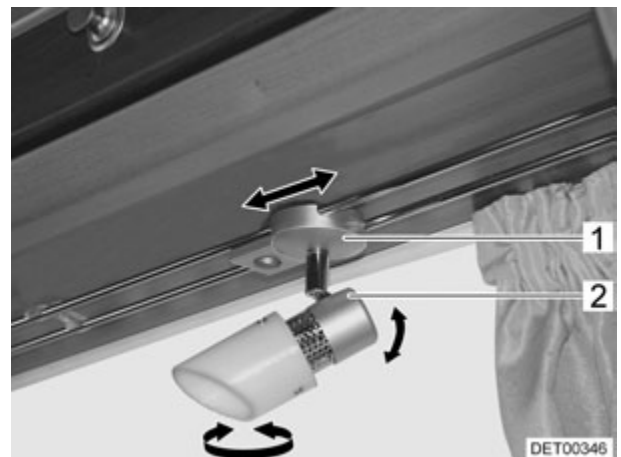

Fig. 54 Spot
- Saisir le boîtier (Fig. 54,2) et le tourner.
- Saisir le support (Fig. 54,1).